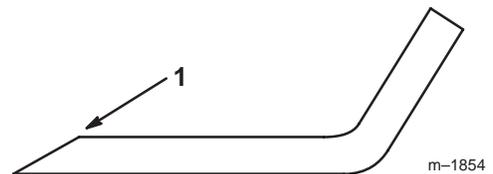

Figure 36
1. Au moyen d'une lime, aiguiser les tranchants aux deux extrémités de la lame (Fig. 36) en veillant à conserver l'angle de coupe d'origine. Limez la même quantité de métal sur chacun des deux tranchants pour ne pas déséquilibrer la lame.